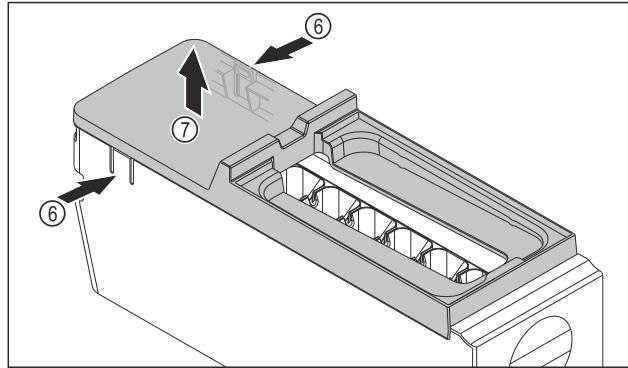

Fig. 132
- Odstráňte kryt korpusu EasyTwist-Ice: strmene Fig. 132 (6) na oboch stranach korpusu EasyTwist-Ice zatlačte rukou.
► Kryt Fig. 132 (7) odoberte druhou rukou smerom nahor.